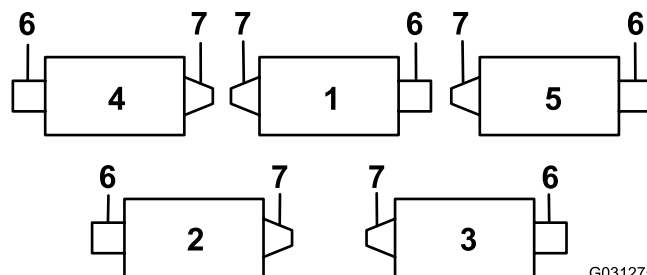
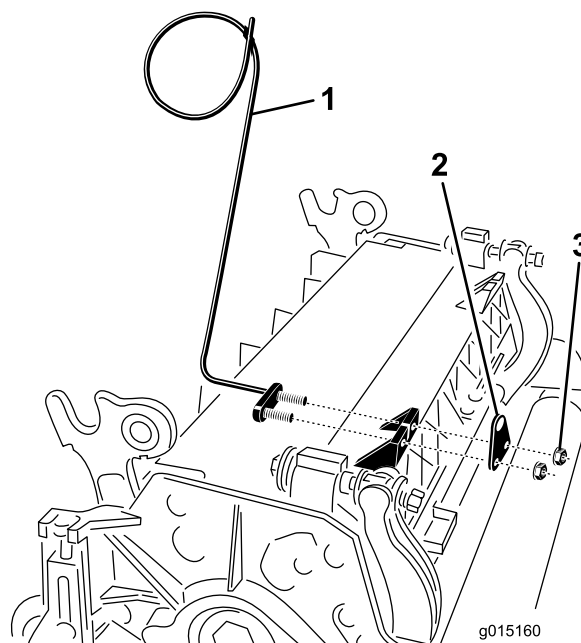

Рисунок 6
Рисунок 7
7. На режущем блоке № 4 (левом переднем) и № 5 (правом переднем) прикрепите направляющие шлангов к передней части выступов режущих блоков с помощью крепежных гаек кронштейна штока. Направляющие шлангов должны быть наклонены в сторону центрального режущего блока (Рисунок 6, Рисунок 7, Рисунок 8).